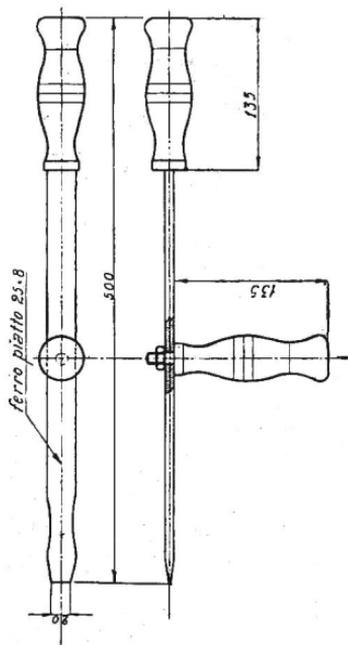

FIG. 24 - GIRAVITE (I)
- i) N° 1 giravite con fermo per gli spinotti di fissaggio delle ali (fig. 24).